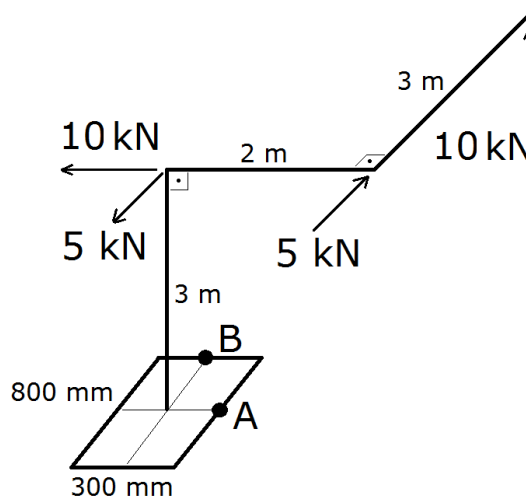

Figura 7
9. Verifique, pelo critério de von Mises, a estabilidade dos pontos A e B indicados no engaste da estrutura mostrada na Figura 7. Considere $\sigma_e = 80 \text{ MPa}$.